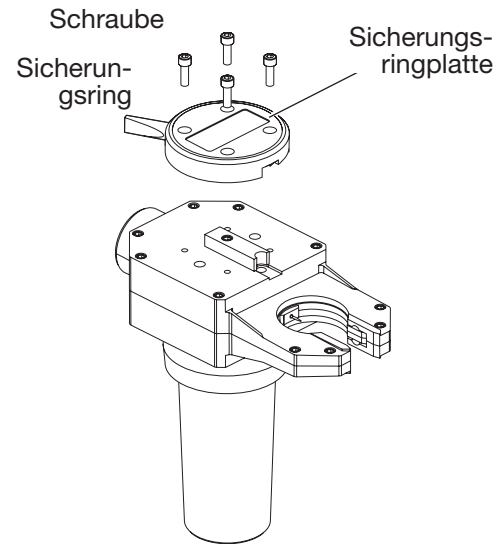

Abbildung 24 Entfernen des Sicherungsring und der Sicherungsringplatte
3. Entfernen Sie die Erdungsschraube mit der Sicherungsscheibe und die Erdung. Die Erdung auf Lochfraß, Abnutzung oder Beschädigung untersuchen. Siehe Abbildung 24.